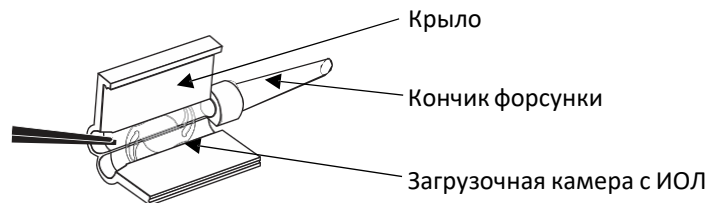

Fig. 1
7. Удерживая крылышки картриджа раскрытыми, отцентрировать ИОЛ и поместить кончик гаптки линзы под край канавок. Аккуратно при помощи пинцета вдавить линзу вниз и убедиться в том, что края оптической части надежно прижимаются к краям канавок, как показано на рис. 1.